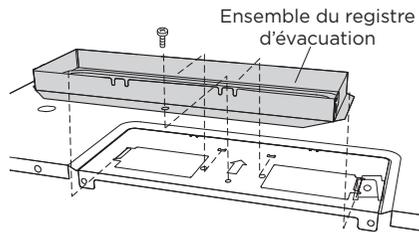

Figure 16
- Fixez l'ensemble registre d'évacuation au couvercle du ventilateur sur le dessus de l'armoire extérieure en le faisant glisser dans les fentes dans le même sens que la flèche. Utilisez 1 vis taraudeuse 4 x 12 mm du MATÉRIEL D'INSTALLATION et serrez en place. Voir la figure 16.